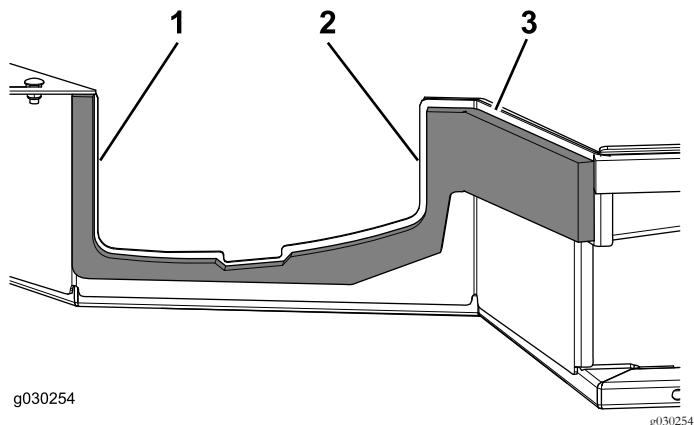

Figure 9
- 4. Utilisez les dimensions indiquées à Figure 9 pour placer le joint.